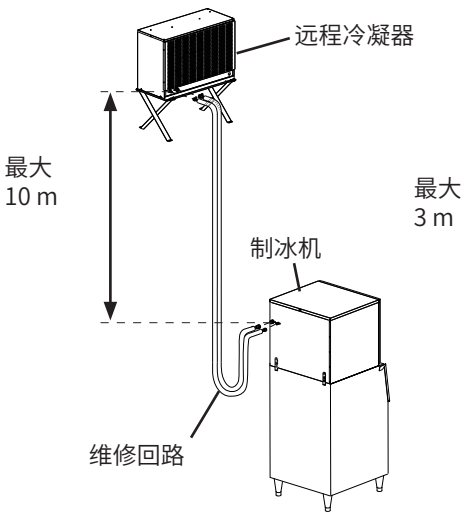

图 8
*远程冷凝器和制冰机之间的最大垂直距离为制冰机以上10m或制冰机以下3m。这些是从接头到接头的距离，如图8所示。